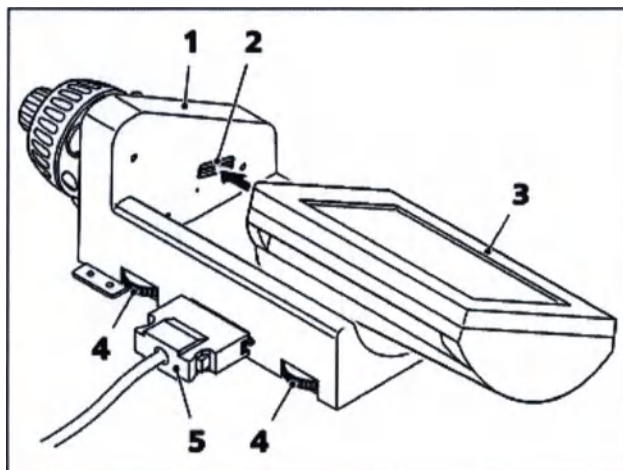

Рис. 42
- Установите TFT-дисплей (рис. 42/3) на док-станцию (рис. 42/1) и привинтите его при помощи прилагаемой длинной торцевой отвертки. При этом убедитесь, что штырьковый контакт (рис. 42/2) точно вошел в отверстие.
- Подключите разъем кабеля док-станции (рис. 42/5) к разъему на задней стороне штатива.
- Угол наклона TFT-дисплея можно настраивать при помощи двух винтов с рифлеными головками (рис. 42/4) на задней стороне док-станции.